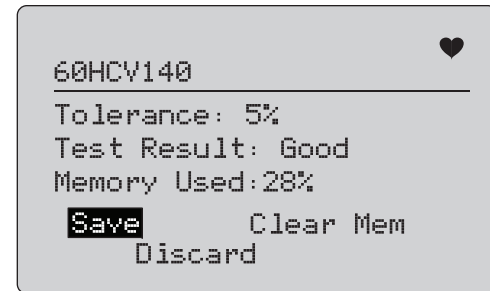

Abbildung 59. Messergebnisse
7. Zum Starten des Tests  drücken. Siehe Abbildung 59.